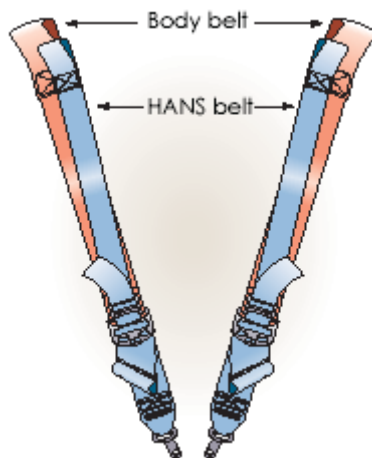

Рис. 15-11.
2.5. Система двойных плечевых ремней: система ремней безопасности с двумя лямками на каждом плече омологирована ФИА и может быть использована. Она состоит из одного корпусного ремня, располагающегося на плечах водителя (под HANS®) и второго ремня HANS®, располагающегося на ярмах HANS® (как для стандартного использования HANS®). Важно, чтобы натяжка ремня HANS® была не менее тугой чем натяжка "корпусного" ремня. Чертеж системы двойных ремней показан на рис.15-11.